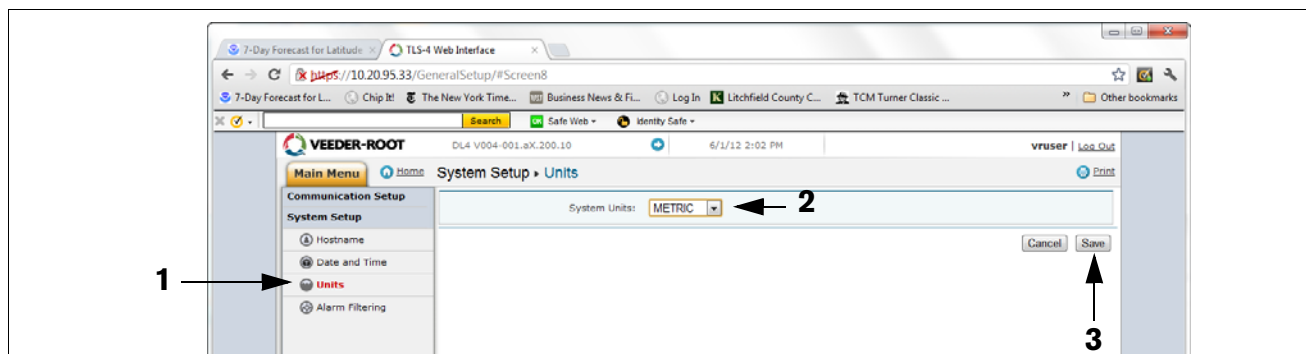

Abbildung A-12. Systemeinheiten auswählen
14. Klicken Sie im System Setup-Menü auf die Seite "G lfe" (1), wählen Sie die gewünschten Einheiten aus (2) und klicken Sie auf "ESHW" (3) (siehe Beispiel Abbildung A-12.).